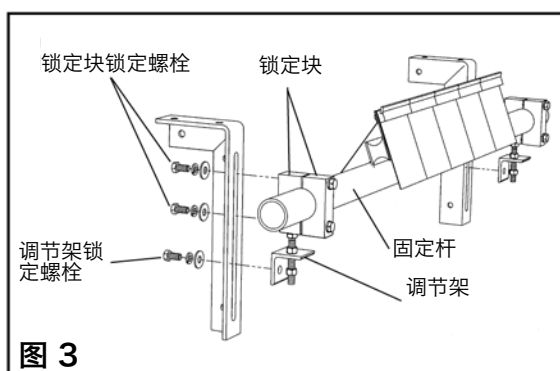

图 3
3. **重新安装固定杆。**将固定杆滑回安装架上，将支架和锁定块上的标记对齐。安装两个调节架锁定螺栓并拧紧。安装四个锁定块锁定螺栓并轻轻拧紧（图 3）。